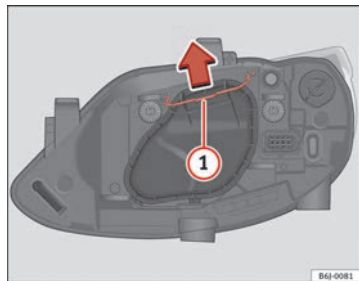

Fig. 144 Luz de cruce/ca-
- Desplace el tirante ⇒ fig. 144 ① en el sentido de la flecha y saque la tapa.